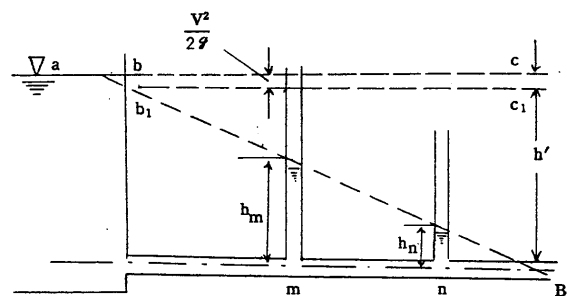

図 8
管路中に(図 8)のようにガラス管を立てたと仮定すれば、水位の状態は初め出口 B を閉塞して水の流出を止めると、ガラス管の各々の水面共水平であって a, b, c 線のようなになる。すなわち、静水圧を示す。次に出口 B を開放すると管内の水は流れ始めて流速 (V) を生じる。これと共にガラス管の水面は低下する。ここで、摩擦その他の損失水頭がないものと仮定すると、ガラス管の水面は、a, b₁, c₁ の線を示すこととなる。